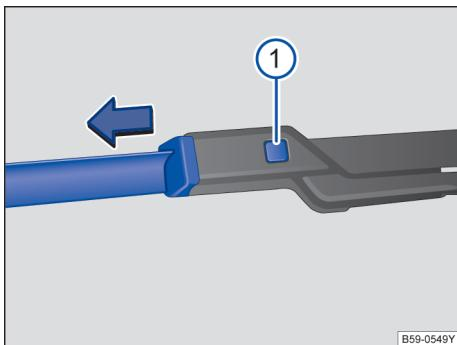

图 129 更换风窗刮水器刮水片
- 按住分离按钮→图 129 ① 同时沿图示箭头方向拉出刮水片。